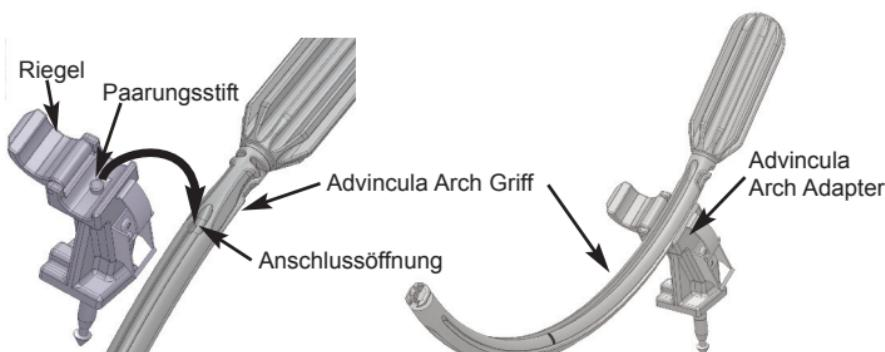

Abb. 2. Anschluss des Advincula Arch Griffes
1. Öffnen Sie den Riegel am Adapter (siehe Abb. 2).